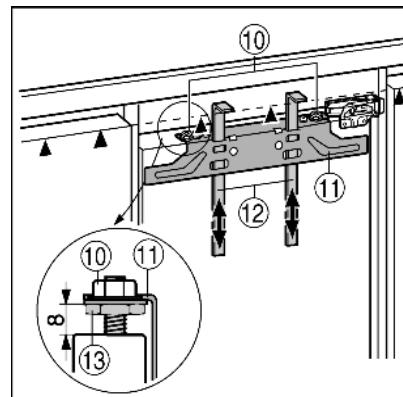

Fig. 16
- Монтажные приспособления Fig. 16 (12) сдвиньте вверх на высоту мебельной дверцы. Нижняя упорная кромка ▲ монтажного приспособления = верхней кромке подлежащей установке мебельной дверцы.
- Открутите крепежную поперечину Fig. 16 (11) с помощью контргаек Fig. 16 (10).